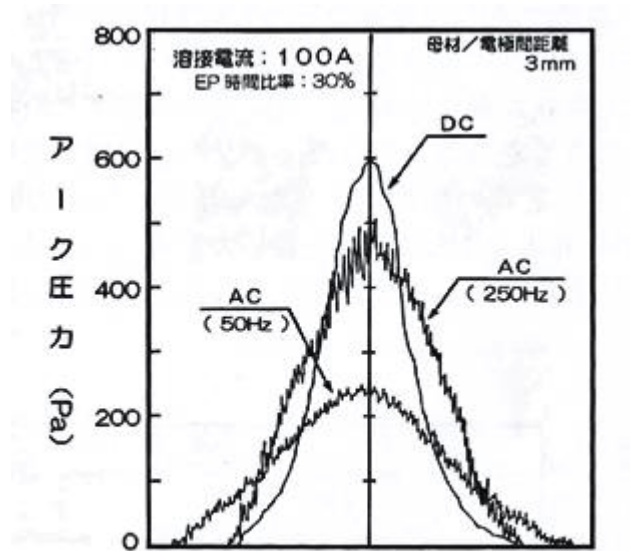

図 266-7 アーク圧力分布に及ぼす交流周波数の影響
- 交流周波数を高くすることによって、アーク圧力は再掲する図 266-7 にみるように上昇し、交流アークであるにもかかわらず、そのアーク圧力は直流のアーク圧力に近づく。すなわち、交流周波数を増加させると、交流アークの指向性・集中性が向上し、交流溶接においても直流溶接に類似したアーク特性が得られるようになる。これらの点では、図 266-5 で見たとおりである。